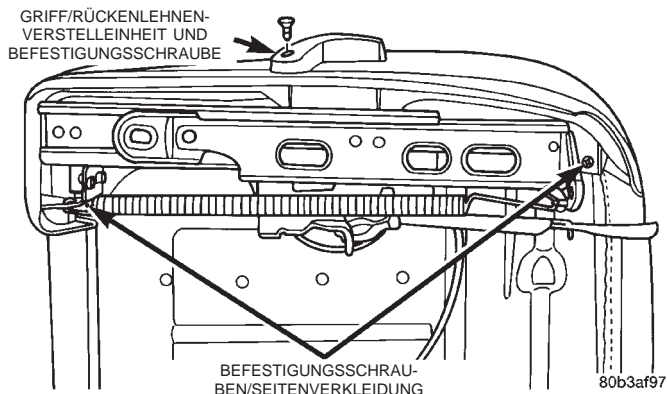
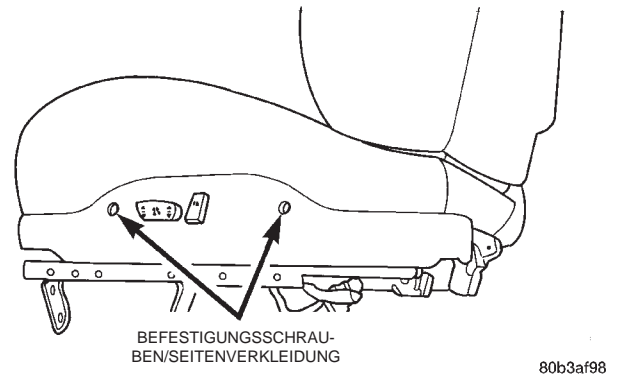

Abb. 56 Ansicht von unten—Seitenverkleidung
Abb. 57 Seitenansicht/Seitenverkleidung
(1) Sitz aus dem Fahrzeug ausbauen.
(2) Schrauben lösen, mit denen die Seitenverkleidung des Sitzpolsters unten und seitlich am Sitzpolster befestigt ist (Abb. 56) und (Abb. 57).
(3) Seitenverkleidung vom Sitz abbauen.
(4) Je nach Ausstattung, die Steckverbinder von den Schaltern abziehen.